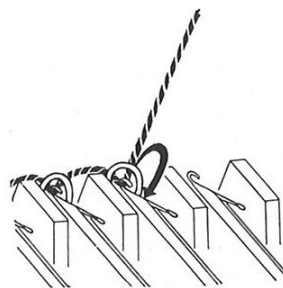

Fig. 97
**un tour** complet de manivelle, fig. 97